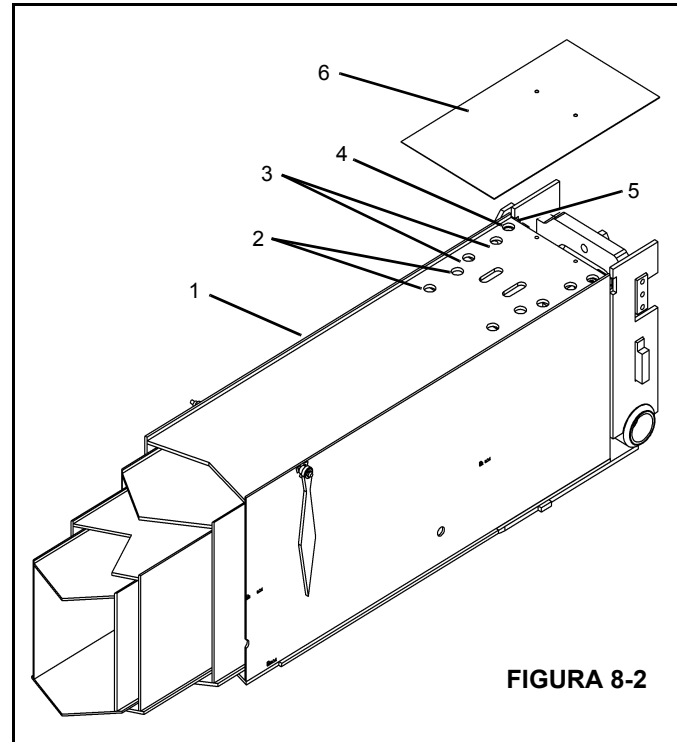

FIGURA 8-2
2. Con la pluma plenamente retraída, saque la placa de acceso (6) ubicada en la parte superior trasera de la 1a sección (Figura 8-2).
3. Aplique grasa a las almohadillas de desgaste de la 2a sección a través de los agujeros de acceso (4) de la 1a sección con una pistola engrasadora (Figura 8-2).
4. Extienda la pluma para alinear los agujeros de acceso de la 2ª sección (3) con las almohadillas de desgaste de la 3ª sección. Aplique grasa a las almohadillas de desgaste de la 3ª sección usando una pistola engrasadora.
5. Extienda la pluma para alinear los agujeros de acceso (2) de la 3ª sección con las almohadillas de desgaste de la 4ª sección. Aplique grasa a las almohadillas de desgaste de la 4ª sección usando una pistola engrasadora.